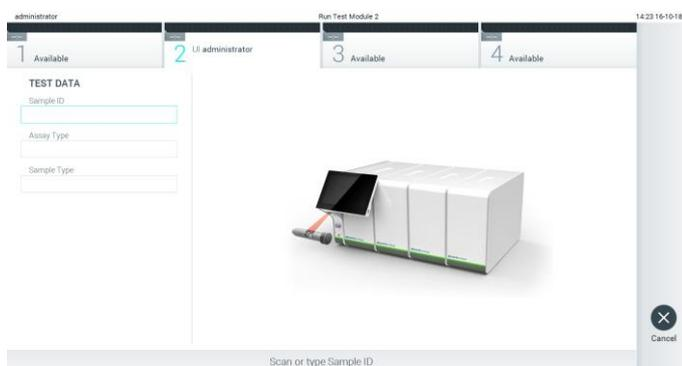

Figura 69. Escaneo del código de barras del identificador de la muestra.
2. Cuando se le indique, escanee el código de barras del identificador de muestra con el lector de códigos de barras que está integrado en el módulo operativo (figura 69).